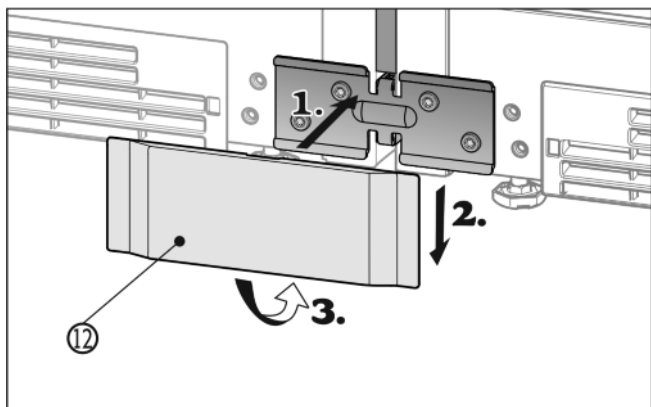

Fig. 16
- ▶ Anbring den nederste afdækning Fig. 16 (12) forfra på vinklen (1), skub den ned (2) og lad den gå i hak forned (3).